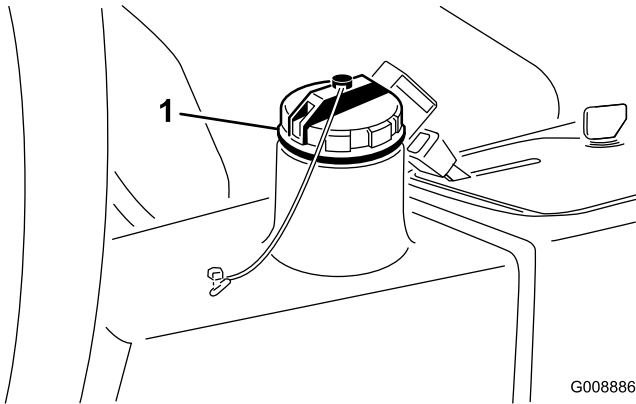

Figure 74
4. Remplissez le réservoir (Figure 74) d'environ 13,2 litres d'huile hydraulique (voir Contrôle du niveau de liquide hydraulique).